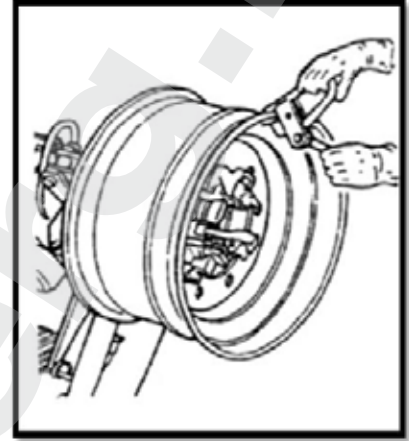
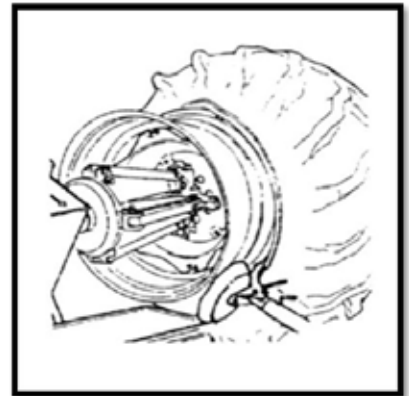

Рис. 18
Рис. 19
- (1) Если обод снят с зажимного устройства, установите его обратно, как описано в разделе «Фиксация обода».
- (2) Смажьте оба борта шины и обод специальной смазкой.
- (3) Установите зажим на внешнем крае обода в крайней верхней точке (рис. 18). Убедитесь в том, что зажим правильно и надежно зафиксирован.
- (4) Установите шину на платформу и опустите консоль зажимного устройства (удерживайте фиксаторы в крайней верхней точке), чтобы сначала зацепить борт.
- (5) Поднимите обод с зафиксированным бортом шины и поверните его на 15-20 см против часовой стрелки. Шина будет располагаться под углом.
- (6) Переведите инструментальную консоль в нерабочее положение, установите ее ближе к внутренней части шины.
- (7) Убедитесь в том, что монтажный палец установлен правильно. В противном случае, разверните его на 180°.
- (8) Установите монтажный палец у внешнего края обода на расстоянии 5 мм от него.
- (9) Проверьте положение монтажного пальца и при необходимости измените его. Вращайте колесо против часовой стрелки до тех пор, пока зажим не окажется в самой низкой точке. Сначала установите борт в правильное положение относительно обода, затем снимите зажим (рис. 19).
- (10) Отведите инструментальную консоль от шины.
- (11) Переведите инструментальную консоль в исходное положение, затем установите ее на внешней стороне шины.
- (12) Разверните инструмент на 180°.
- (13) Вращайте колесо до тех пор, пока ниппель не окажется в крайней нижней точке.
- (14) Установите платформу (10) под колесом и опустите консоль (5) так, чтобы шина оказалась на платформе. Установите платформу так, чтобы между шиной и ободом образовался небольшой зазор, необходимый для выемки камеры.